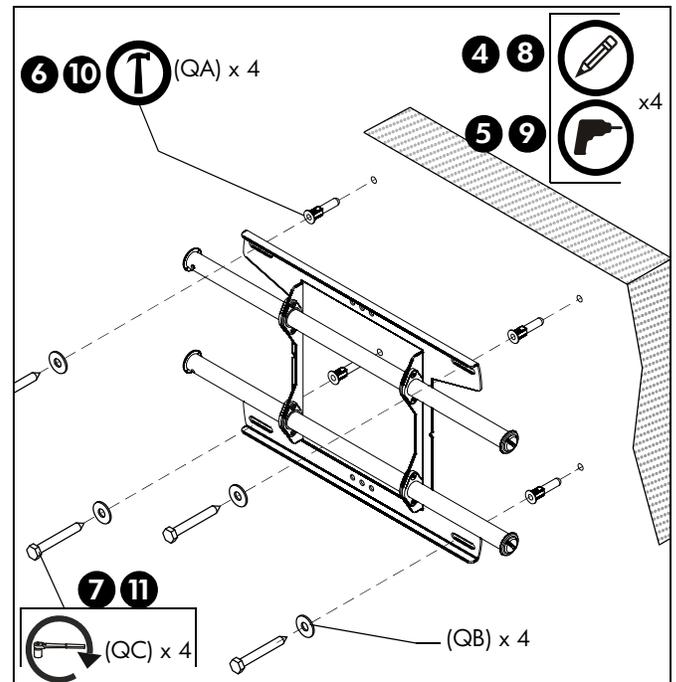

рис. 4
4. При помощи уровня сделайте на стене отметки в местах размещения верхних монтажных отверстий. (См. рис. 4)
6. Забейте молотком дюбели (QA) в каждое направляющее отверстие.
7. С помощью двух болтов 5/16 x 2-1/2" (QC) и двух плоских шайб 5/16" (QB) прикрепите верхнюю часть крепления к дюбелям в стене.
8. Отметьте точки размещения нижних монтажных пазов. (См. рис. 4)
9. Просверлите в отмеченных местах по одному направляющему отверстию. (См. рис. 4)
10. Забейте молотком дюбели (QA) в каждое направляющее отверстие.
11. С помощью двух болтов 5/16 x 2-1/2" (QC) и двух плоских шайб 5/16" (QB) прикрепите крепление через нижние монтажные отверстия. (См. рис. 4)